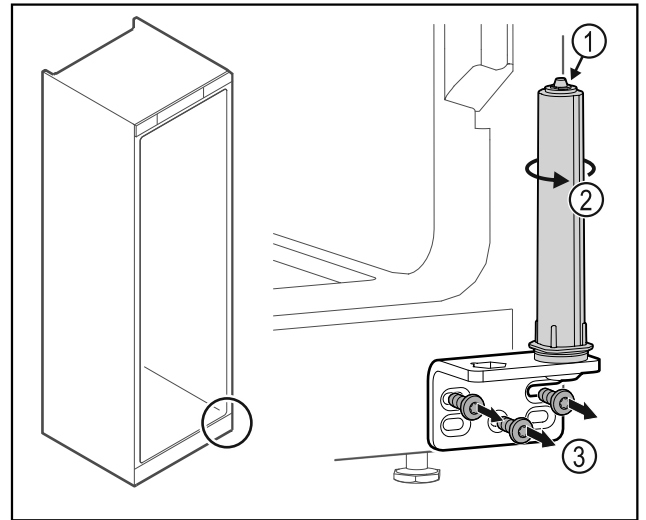

Fig. 32
▶ Türschließsystem nicht zerlegen Fig. 32 (1).
- ▶ Schließsystem Fig. 32 (2) drehen, bis es klickt.
- ▶ Scharnierwinkel Fig. 32 (3) abschrauben.